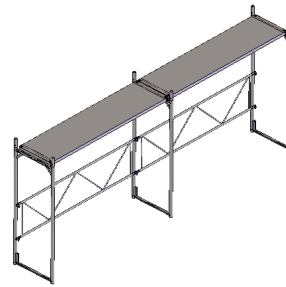

Fig. 1
1. Après avoir monté l'échafaudage de façade, emboîter les plateaux homologués pour le pont de ferblantier, (plateaux selon attestations de type n° 5886, 6425, 6455, 6572, 7028, 7090, 7091, 7167 ou 7168) sur le cadre supérieur. (fig. 1)